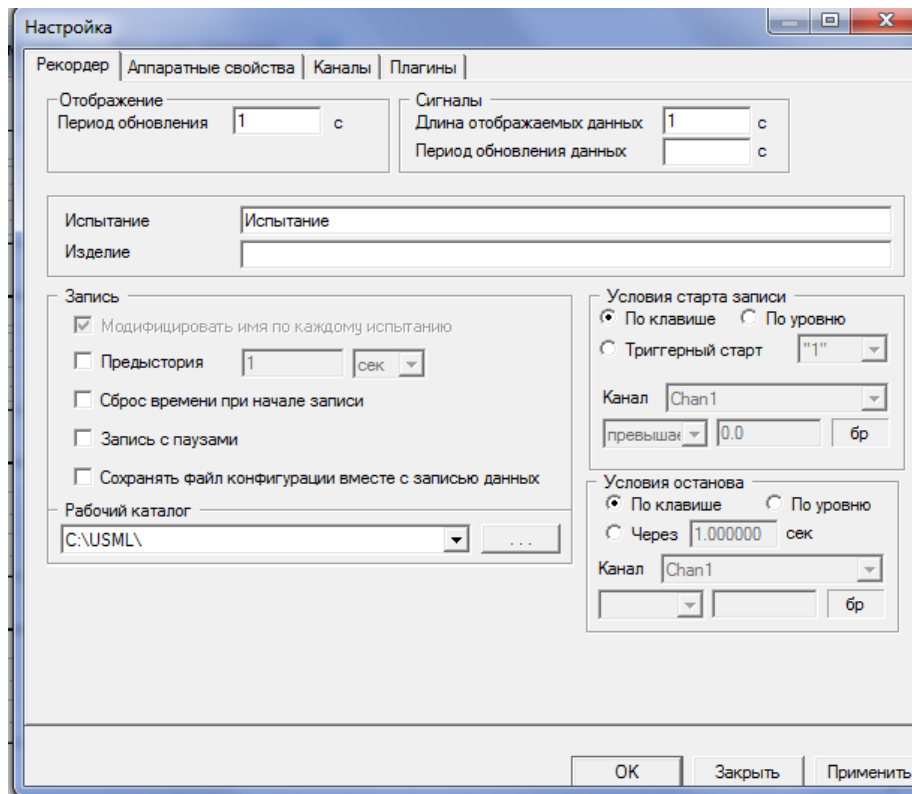

Рис. 8. Окно «Настройка»
2.2.4.4 При первом запуске программы «Recorder» необходимо произвести начальную настройку. На панели управления, расположенной в правой части главного окна, нажать кнопку  -«Настройка рекордера» или нажать клавишу «F12» на клавиатуре. В результате выполнения на экран будет выведено окно «Настройка», показанное на Рис. 8.
2.3.5 Выбрать или создать папку для сохранения файлов, в которых будут регистрироваться результаты измерений (см Рис. 8. Окно «Настройка»). Для сохранения файла конфигурации системы, в которой были произведены измерения необходимо включить соответствующую кнопку в блоке «Запись». Подробные сведения о проведении измерений даны в Руководстве пользователя программы «Recorder».